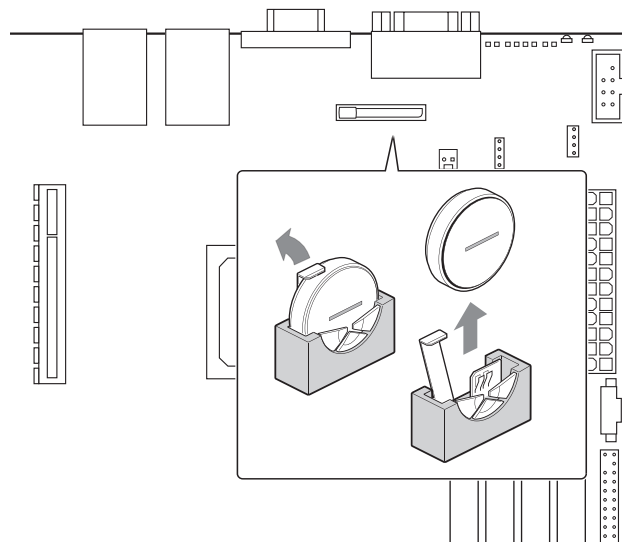

Abbildung 20. Austauschen der Batterie
5. Suchen Sie die Batterie. Siehe Abbildung 20.